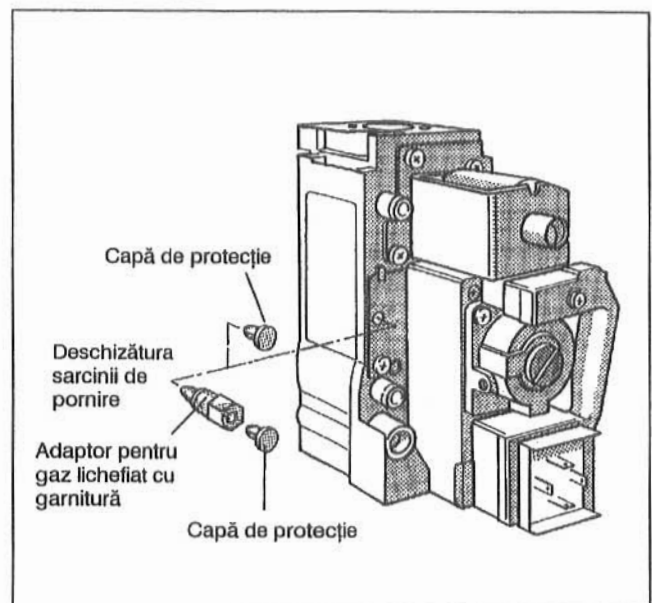

Fig. 36: Armătura arzătorului de gaz "Honeywell" VR 4601 C/CB
- La schimbarea pe gaz lichefiat se îndepărtează capă de protecție de pe deschiderea sarcinii de pornire iar adaptorul pentru gaz lichefiat (simbolul: 230) se înșurubează cu garnitură inelară. Dacă adaptorul pentru gaz lichefiat nu este prevăzut cu o capă proprie de protecție, se așează capă deschiderii sarcinii de pornire pe adaptorul de gaz lichefiat (Fig. 36).
La schimbarea pe gaz metan se scoate afară adaptorul iar capă de protecție se așează pe deschizătura sarcinii de pornire (Fig. 36).